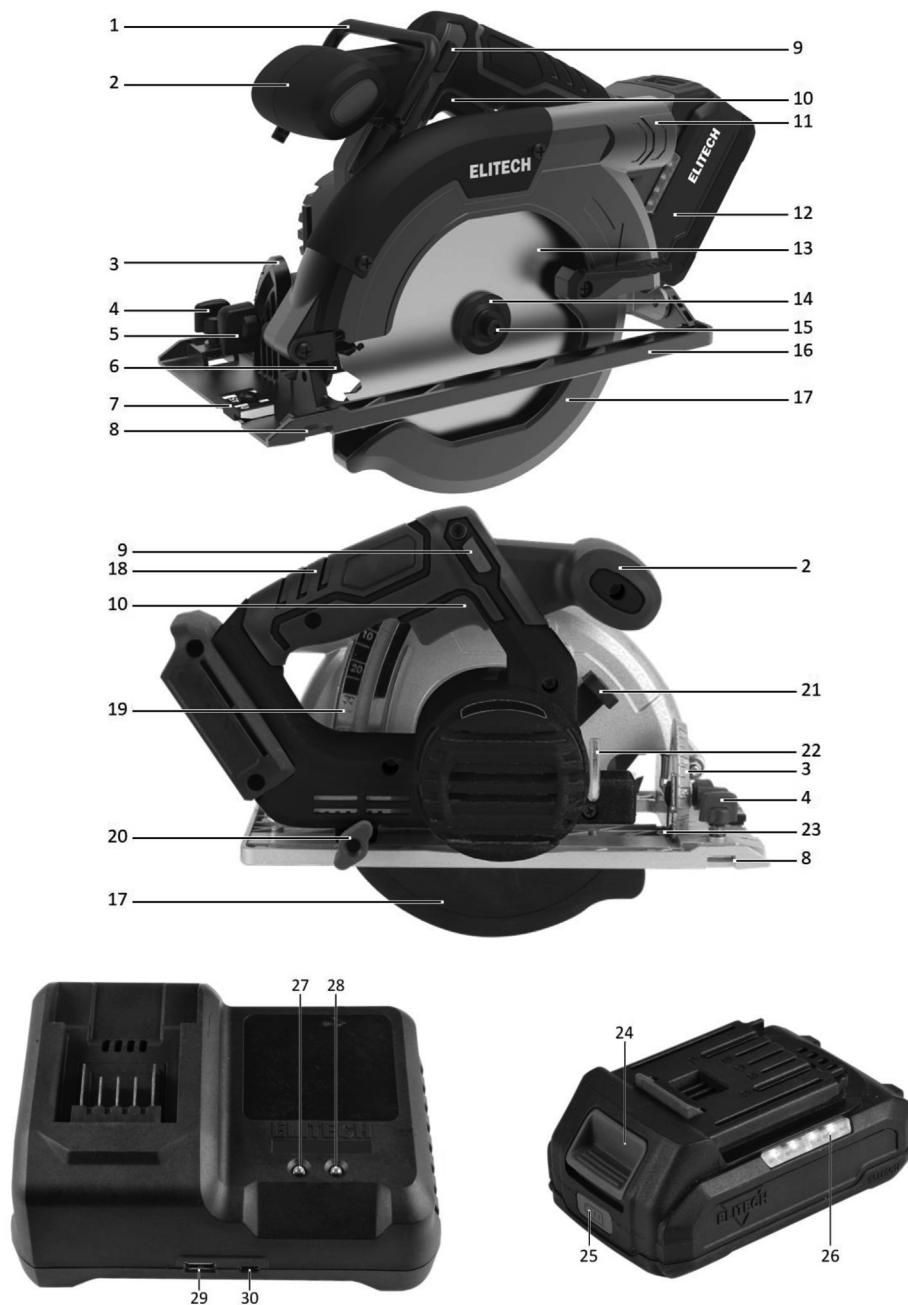

Рис. 1
Уровень заряда аккумулятора можно проверить кнопкой 25 (рис. 1). Результат отображается индикатором (26), имеющим 4 светодиода. Количество светящихся светодиодов информирует о уровне заряда:
1. Установить максимальную глубину пропила. Для этого нужно ослабить винт 20 (рис. 1) и опустить подошву (16) по кронштейну (19) до упора вниз. Для удобства замены диска винт (20) можно зафиксировать.
2. Зафиксировать шпindel рычагом фиксации (21) (нажать и удерживать).
3. С помощью ключа (22) открутить винт (15)
4. Отвести подвижный защитный кожух диска (17) вверх до упора и удерживать его в этом состоянии.
5. Снять прижимную шайбу (14) и пильный диск (13).
К патрубку 11 (рис. 1) можно подключить мешок для сбора опилок или шланг пылесоса для обеспечения более чистой и безопасной рабочей зоны.
Для снятия аккумулятора необходимо нажать вниз кнопку защелки 24 (рис. 1) на переднем крае аккумулятора.
Перед установкой аккумулятора в инструмент всегда проверяйте, что кнопка включения 10 (рис. 1) и кнопка блокировки от случайного включения (9) работают надлежащим образом и кнопка включения (10) возвращается в положение «ВЫКЛ», если ее отпустить.